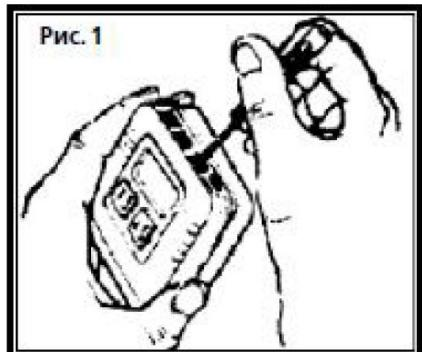
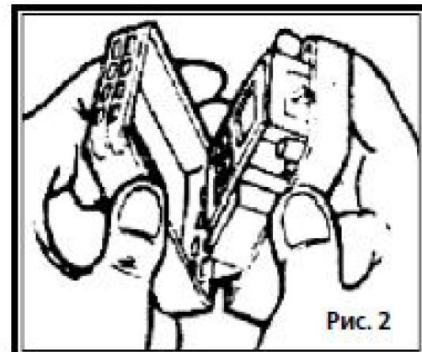

Рис. 1
Рис. 2
3.2.1. Нажав отверткой на язычок лицевой панели термостата (см. рис. 1), снимите эту панель (см. рис. 2).